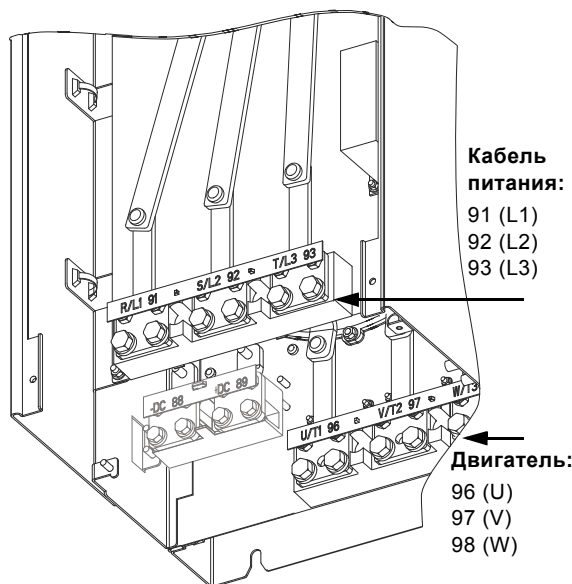

Рис. 14 Подключение питания и двигателя
2. Подключите провода двигателя к клеммам 96 (U), 97 (V), 98 (W). См. рис. 14.
2. Подключите провода питания к клеммам 91 (L1), 92 (L2), 93 (L3). См. рис. 14.